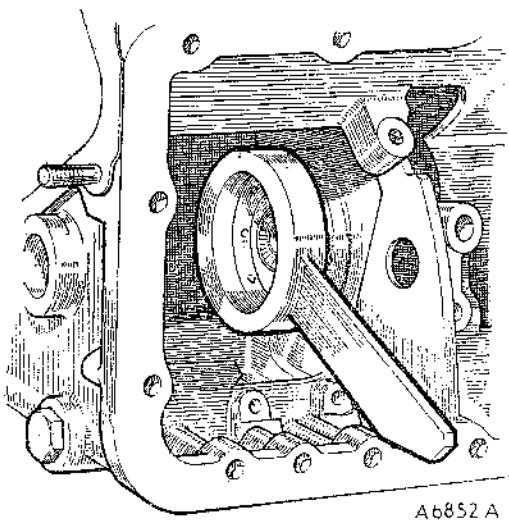
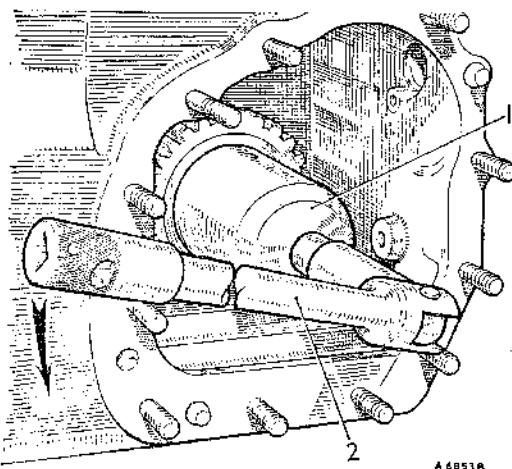

Fig. Fa.14
Fig. Fa.15
- (17) Enderezar la arandela de bloccaje de la tuerca del desplazable del embrague de avance y emplear la herramienta de servicio 18G 1095 para sujetar el cubo del embrague de directa y marcha atrás (Fig. Fa.14) y quitar la tuerca con la herramienta 18G1096 (Fig. Fa.15). Expulsar el cubo del embrague de directa y marcha atrás y extraer el conjunto de pistón.